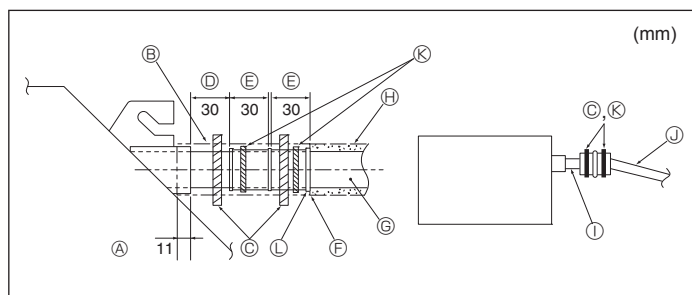

Fig. 6-2
1. Anslut dräneringsmuffen (medföljer enheten) till dräneringsöppningen. (Fig. 6-2) (Montera slangen med PVC-lim och säkra sedan med ett band.)